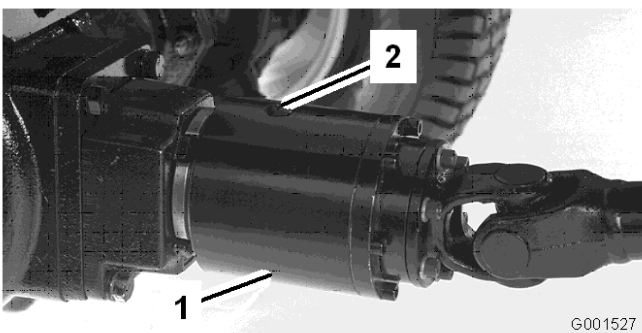

Figura 56
3. Rode a embraiagem, de modo a que o tampão de verificação fique voltado para baixo (Figura 56).